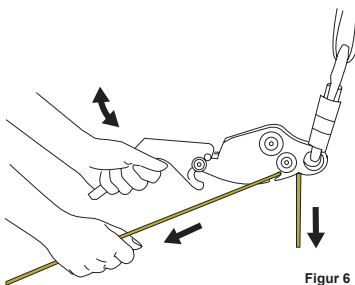

Figur 4
4. Afmonter karabinhagen fra forankringsstroppen. Anbring forankringsstroppen omkring en struktur, og sæt den ind i karabinhagen som vist i figur 2A eller figur 2B. Forankringen skal kunne tåle en belastning på 12 kN (EN795). Fastgør **Smartline X** som vist i figur 4.